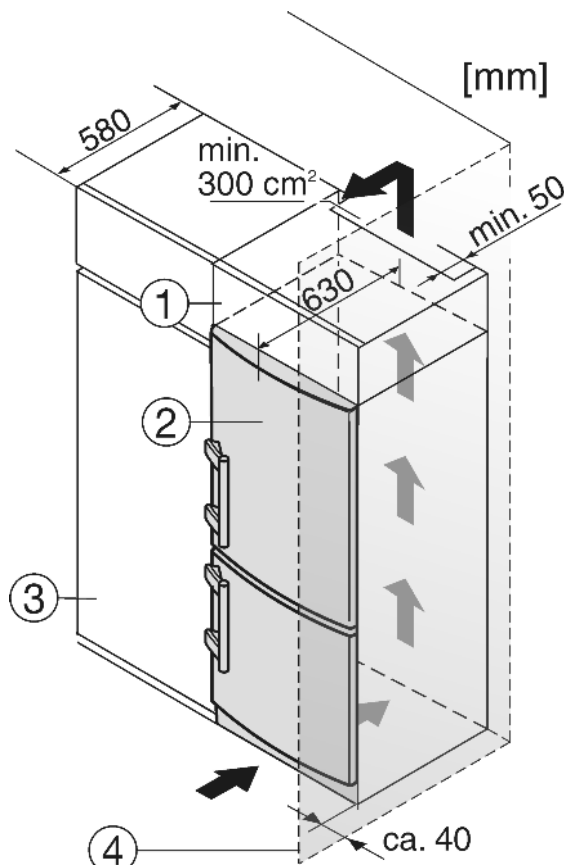

Fig. 13
(1) Дополнительный шкафчик
(2) Устройство
(3) Кухонный шкаф
(4) Стенка
Устройство может быть окружено предметами кухонной обстановки. Чтобы уравнивать устройство Fig. 13 (2) по высоте с кухонной стенкой, можно установить над устройством соответствующий дополнительный шкафчик Fig. 13 (1).
При комбинировании с обычными кухонными шкафами (глубина макс. 580 мм) устройство можно установить непосредственно рядом с кухонным шкафом Fig. 13 (3). Дверь устройства выступает по сторонам на 34 мм и по центру устройства на 50 мм относительно передней стенки кухонного шкафа. Поэтому ее можно свободно открывать и закрывать.
Если устройство установлено на шарнирах у стены Fig. 13 (4), то расстояние между устройством и стеной должно быть не менее 40 мм. Настолько выступает ручка при открытой двери.